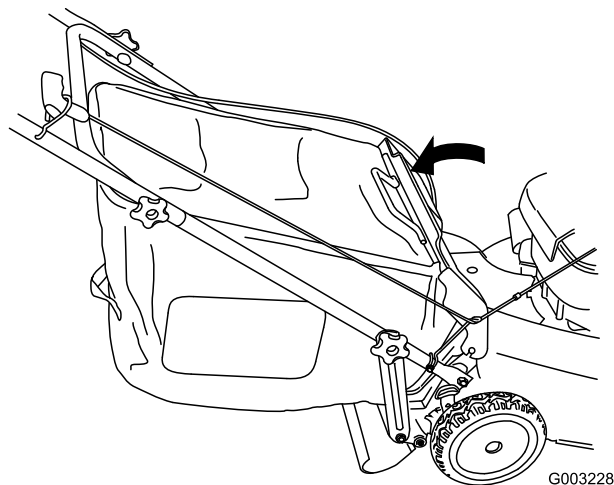

Bild 27
5. Lassen Sie die hintere Klappe ab (Bild 27).